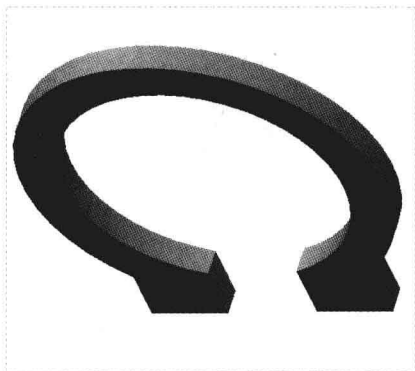

图 5-6 创建实体拉伸特征
Step 04 单击“应用并保存在工具中所做的所有更改，然后关闭工具操控板”按钮, 即可创建实体拉伸特征，如图 5-6 所示。